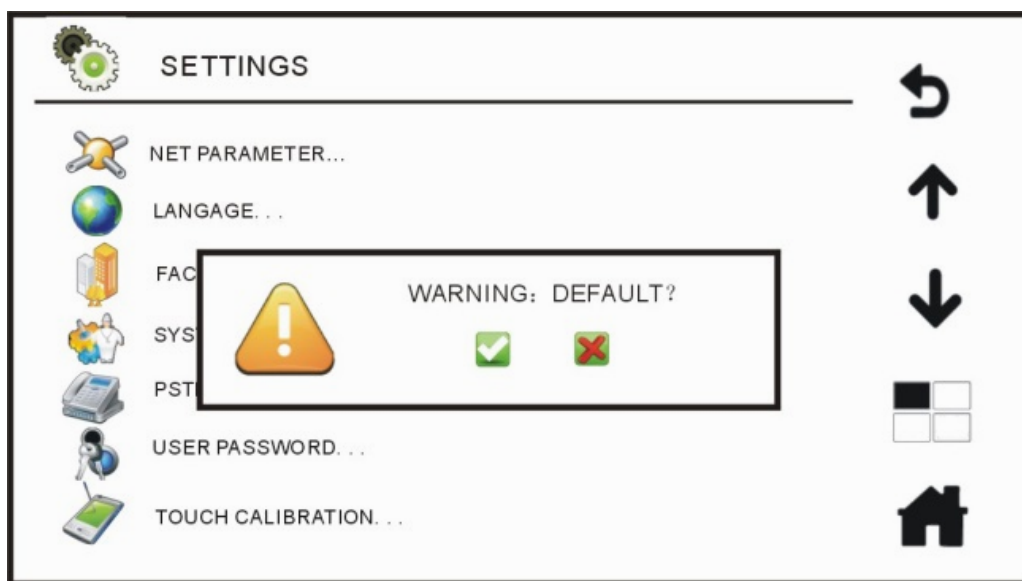

Рис. 4.27. Восстановление заводских настроек
3. Из окна **SETTINGS** (системные настройки), войдите в подменю **FACTORY DEFAULT** (восстановление заводских настроек), нажав кнопку . Появится диалоговое окно с предупреждением **Внимание! Восстановить настройки по умолчанию?** как показано на Рис. 4.27. Если желаете подтвердить восстановление, нажмите , для отмены операции нажмите .